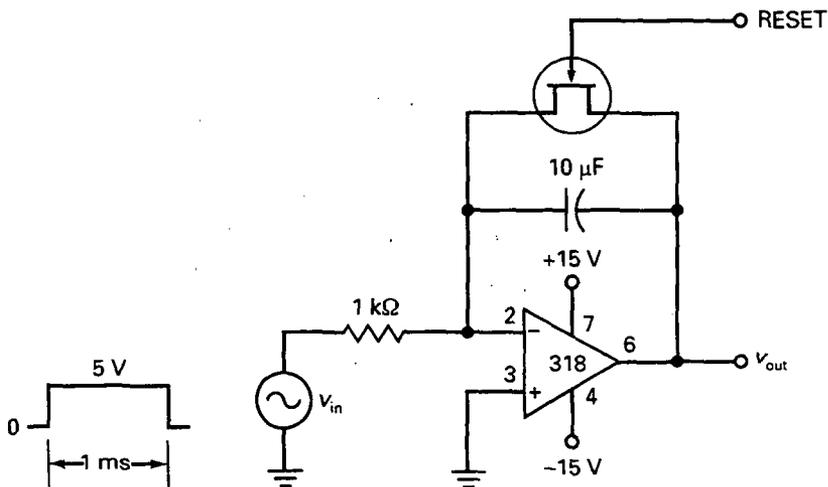

Figura 22-46
- 22-17. ¿Cuál es la corriente de carga en el condensador en la Figura 22-46 cuando el pulso de entrada está a nivel alto?
- 22-18. En la Figura 22-46, la tensión de salida se pone a cero en el momento anterior a que el pulso empiece. ¿Cuál es la tensión de salida al final del pulso?
- 22-19. La tensión de entrada se cambia de 5 a 1 V en la Figura 22-46. Las capacidades se cambian a cada uno de los siguientes valores: 0,1, 1, 10 y 100 μF . ¿Cuál es la tensión de salida al final del pulso para cada una de las capacidades?
- 22-45. Queremos producir rampas de tensión en la salida de la Figura 22-46, con una variación desde 0 hasta +10 V, con tiempos de 0,1 s y 10 ms. ¿Qué cambios haríamos en el circuito para lograrlo? (Hay varias respuestas correctas posibles.)